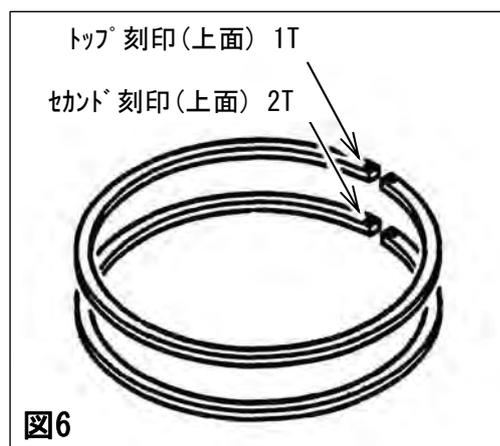

図6
6.1 図5の様に、ピストリングをピストリングエキスパンダーを用いてピストンに取付けてください。この時、トップ及びセカンドリングは図6に示す刻印のある面を上面にしてください。